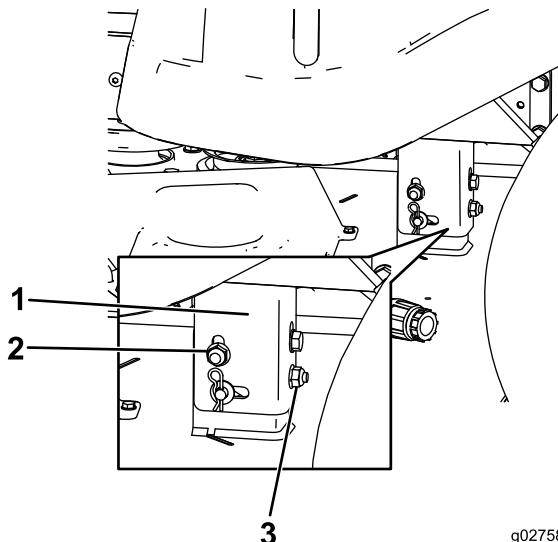

Figura 58
8. Eleve o baje el lado izquierdo de la carcasa de corte girando la tuerca trasera (Figura 58).
Nota: Gire la tuerca trasera en sentido horario para elevar la carcasa de corte; gire la tuerca trasera en sentido antihorario para bajar la carcasa de corte. (Figura 58).